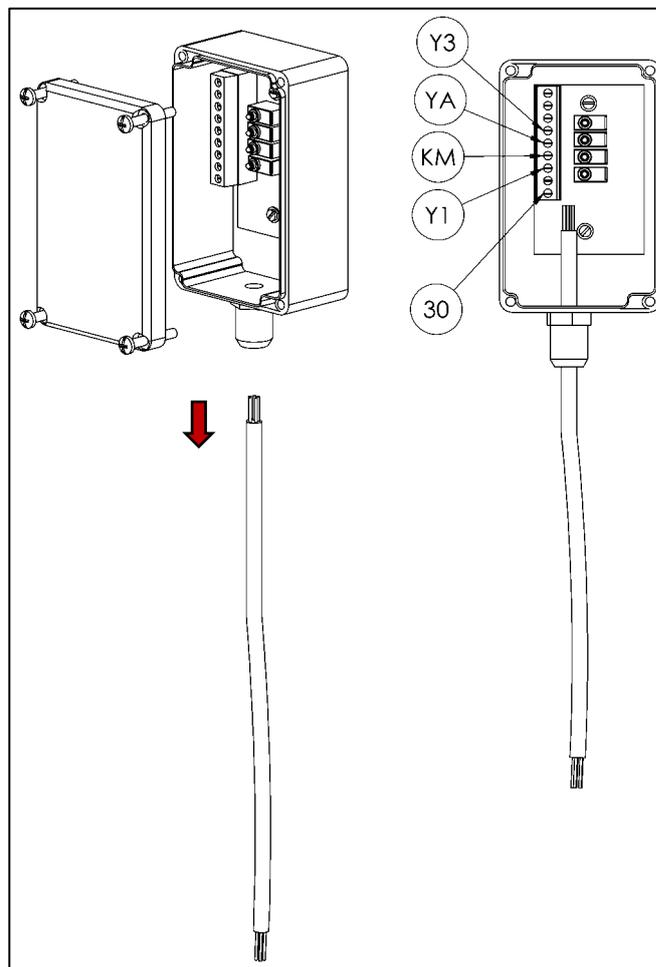

Fig. 31
- Desconecte la caja del interruptor de servicio del cable aflojando los terminales de tornillo en la carcasa (vea la Fig.31).
- Vuelva a conectar el interruptor de servicio al cable como se muestra en Fig. 31.